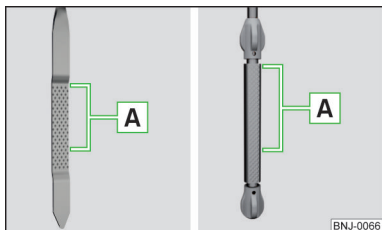

Fig. 260
Nivelul de ulei trebuie să se situeze în zona **A** » fig. 260. Dacă nivelul de ulei este sub zona **A**, completați ulei.
- Nivelul uleiului nu trebuie să fie în niciun caz în afara zonei **A** » fig. 260 - în caz contrar există pericolul deteriorării motorului, precum și a instalației de evacuare a gazelor arse.